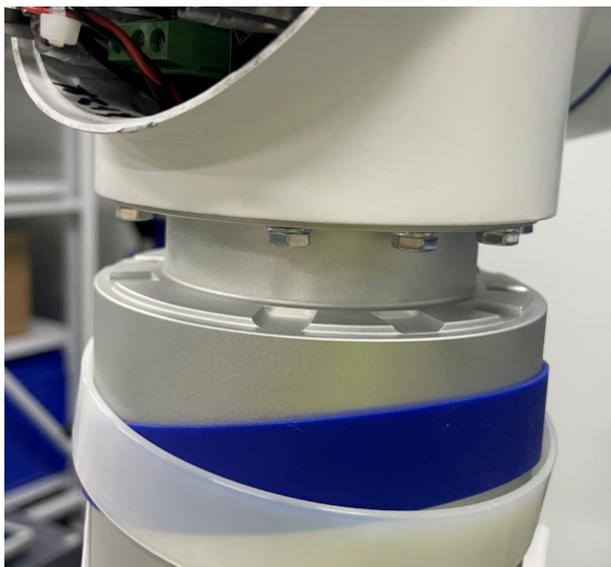

图 3-12: 取下上臂橡胶环、支撑环
4. 轻轻取下橡胶环，并将其环绕在上臂上，取下支撑环，如图 3-12 所示；